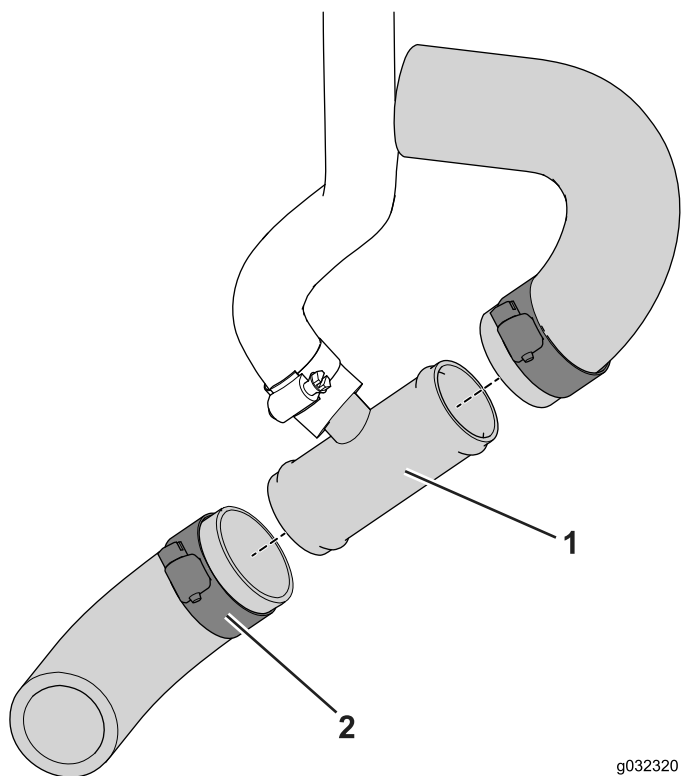

Figura 21
3. Fate scorrere le estremità tagliate sul raccordo a T e fissatele utilizzando la fascetta stringitubo, come illustrato nella Figura 21.